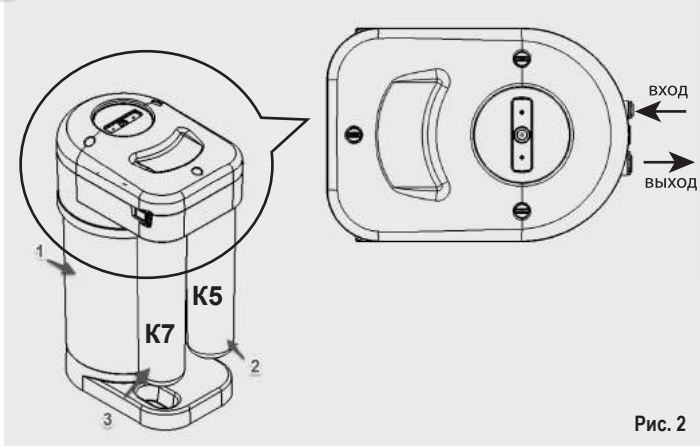

Рис. 2
- Установите фильтрующие модули K5 и K7 в коллекторы согласно рис. 2.